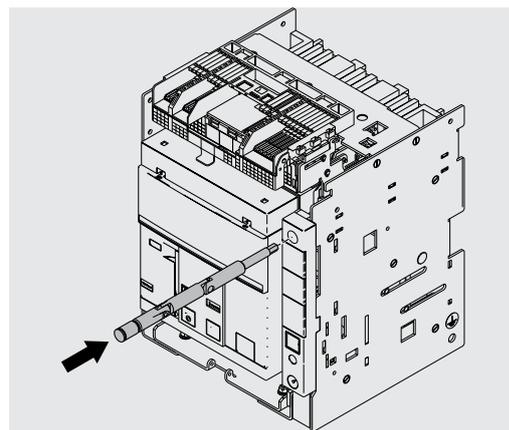

Figura 62
9. Riporre la manovella nella propria sede. Vedi Figura 62.